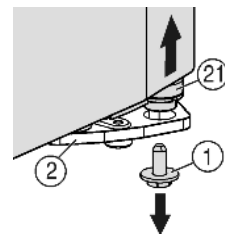
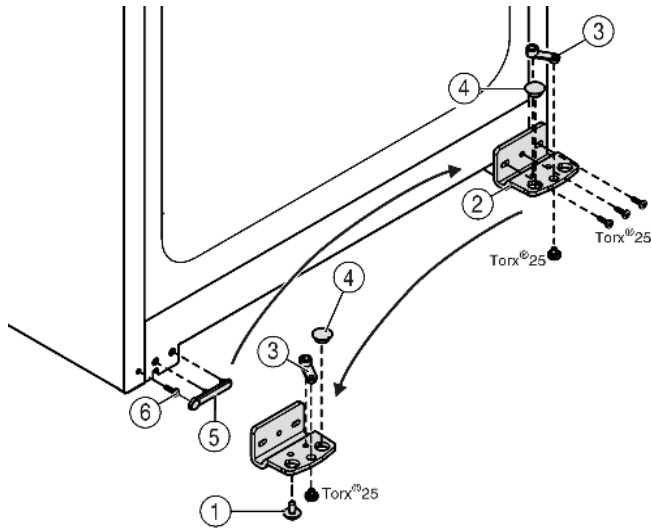

Fig. 5
Fig. 6
- ▶ Jobbra lent a csapágyakon lévő biztosítócsavart (Fig. 5 (1)) tekerje ki.
- ▶ A tartócsap (Fig. 5 (21)) kioldódik a csapágybából (Fig. 6 (2)).
- ▶ Ha a tartócsap Fig. 5 (21) nem oldódik ki, a csapszeget alulról nyomja ki.
- Csavarozza le a csapágybakot Fig. 6 (2).
- Csavarozza le a csapágyrész Fig. 6 (3), helyezze át a csapágybak túlsóoldali felvívő furatába és csavarozza vissza.
- Vegye ki a csapágybakban lévő dugót Fig. 6 (4), és helyezze át a csapágybak szemközti oldalán lévő felvívőfuratba.
- Óvatosan emelje le a fogantyú felőli fedelet Fig. 6 (5).
- Tekerje ki a csavart Fig. 6 (6) és az ellenkező oldalon helyezze be.
- Helyezze vissza a fedelet Fig. 6 (5).
- Csavarozza vissza a csapágybakot Fig. 6 (2) a csuklópánt új oldalára **4 Nm-es nyomatékkal**, szükség esetén egy akkus csavarhúzóval.
- A biztosítócsavart Fig. 5 (1) lent csavarja be a tartócsapba és húzza meg (**4 Nm-es nyomatékkal**).